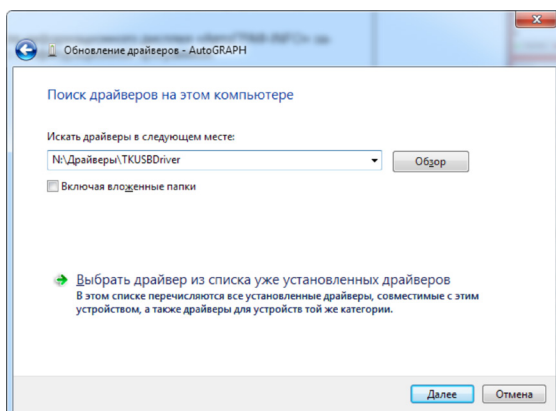

Рис.4. Путь к папке с драйверами.
7. Выбрать пункт «Поиск драйверов на этом компьютере» и указать путь к папке с драйверами (Рис.4).